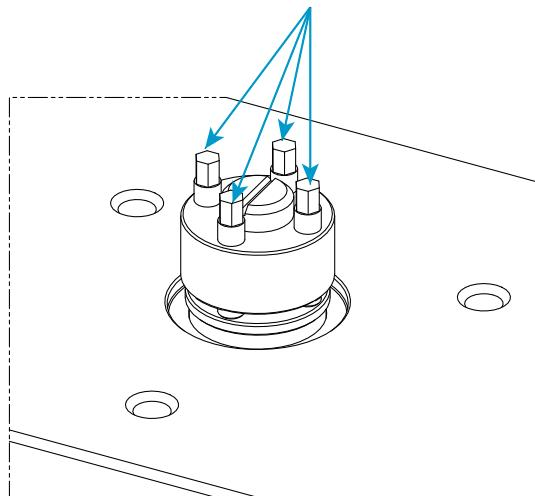

図20. メカニカル テンショナー アセンブリ
10. メカニカル テンショナーキットに付属の対応する 5mm 六角ドライブソケット (67-4-29) と一緒にトルクレンチ (80-9-11) を使用して、以下の手順に従ってメカニカル テンショナー上の 4 本の位置決めねじ (図 20 に示す) を 14 N·m (10.3 ft-lb) まで締めます。